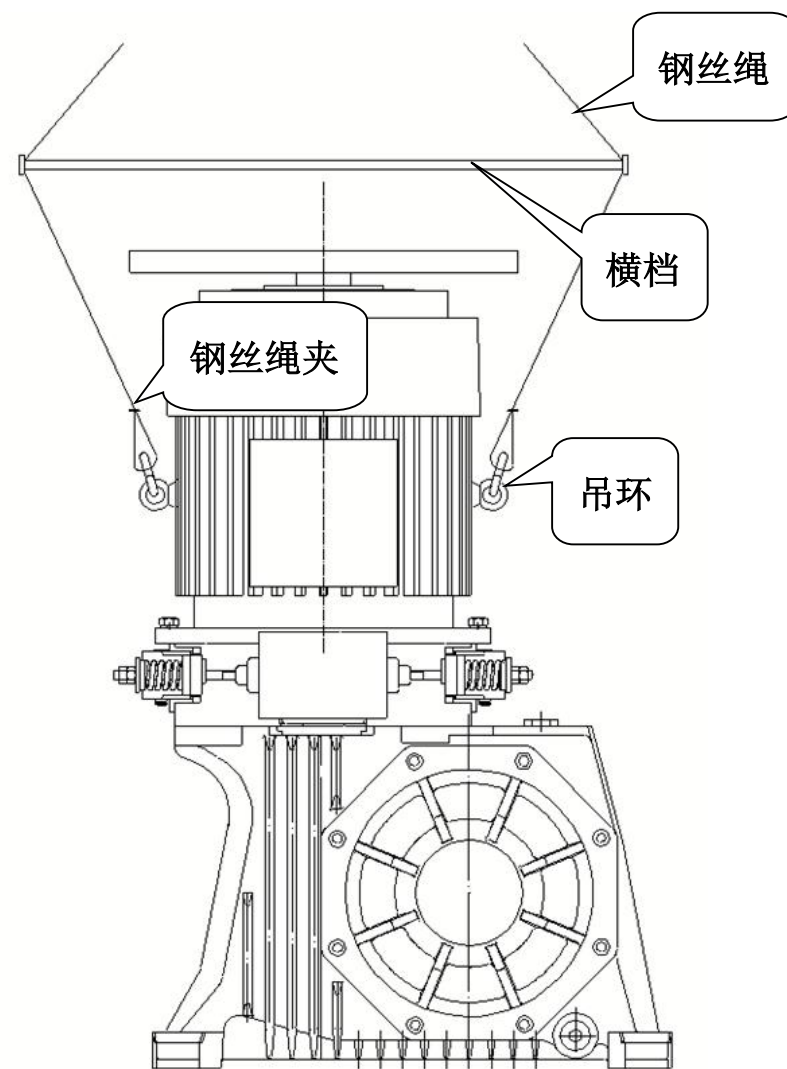

图 2 吊装示意图
- 1.驱动主机起吊时，吊具应固定在图 2 中指定位置，并使主机底面处于水平位置。